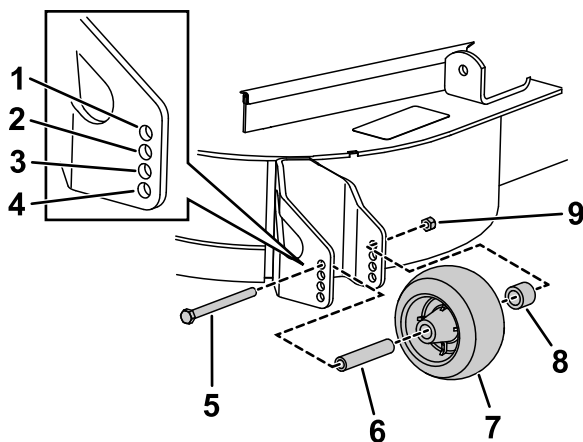

Figura 13
1. Después de ajustar la altura de corte, ajuste los rodillos retirando la tuerca con arandela prensada, el casquillo, el espaciador y el perno (Figura 13).
3. Instale la tuerca con arandela prensada, el casquillo, el espaciador y el perno. Apriete a entre 54 y 61 N·m (Figura 13).